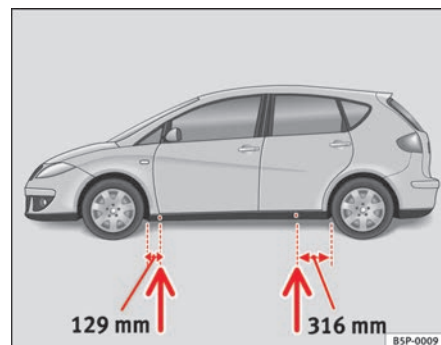

Fig. 176 Punti di appoggio per il cric
- Applicare il cric al longherone inferiore del veicolo nel punto di appoggio più vicino alla ruota da sostituire ⇒ fig. 176.
Sul montante inferiore sono segnati i punti a cui applicare il cric ⇒ fig. 176. È previsto un punto per ogni ruota. Non collocare il cric su di altri punti.